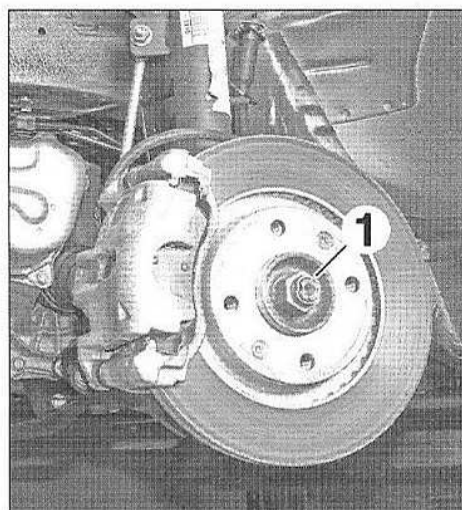
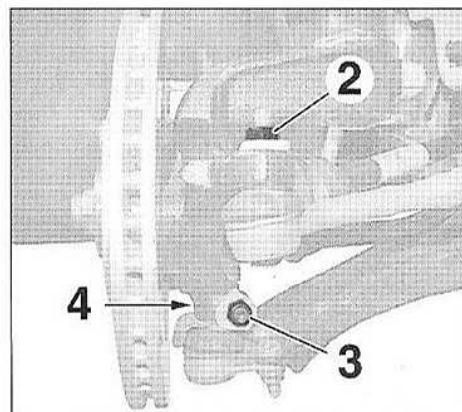
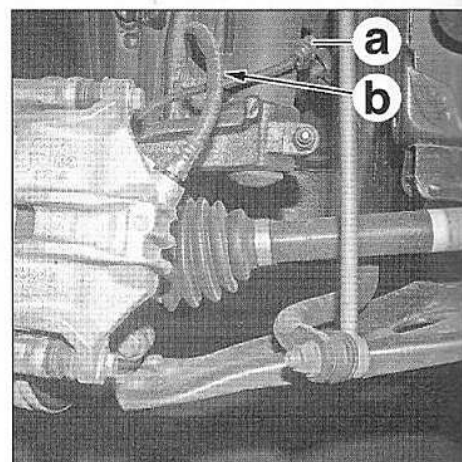

FIG.3
FIG.4
FIG.5
- Défreiner l'écrou de transmission (1) (selon montage) (Fig.3).
- l'écrou de transmission (1),
- l'écrou (2) (Fig.4).
- l'écrou (3),
- la vis (4).
- le faisceau électrique en (a) (Fig.5),
- Déposer l'écrou (3) et la vis (4).